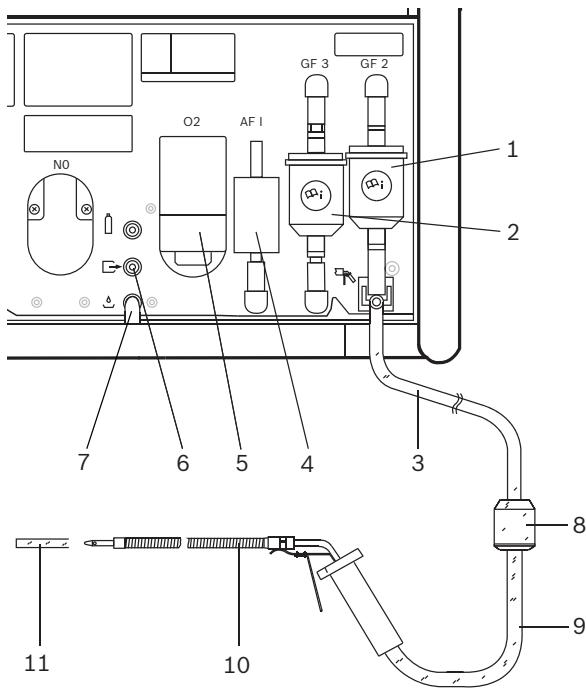

Fig. 3: BEA 060
- Trocar o filtro grosso GF1 (fig. 3, pos. 8) na mangueira de saída.
- Trocar o filtro grosso GF2 (fig. 3, pos. 1), ver capítulo 5.4.4.
- Verificar se as duas mangueiras em PVC estão conectadas às saídas de gás (fig. 3, pos. 6 e 7).
- Controle visual da sonda de saída (fig. 3, pos. 10).
- Troca do filtro de carvão ativo (fig. 3, pos. 4) na via de gás zero.